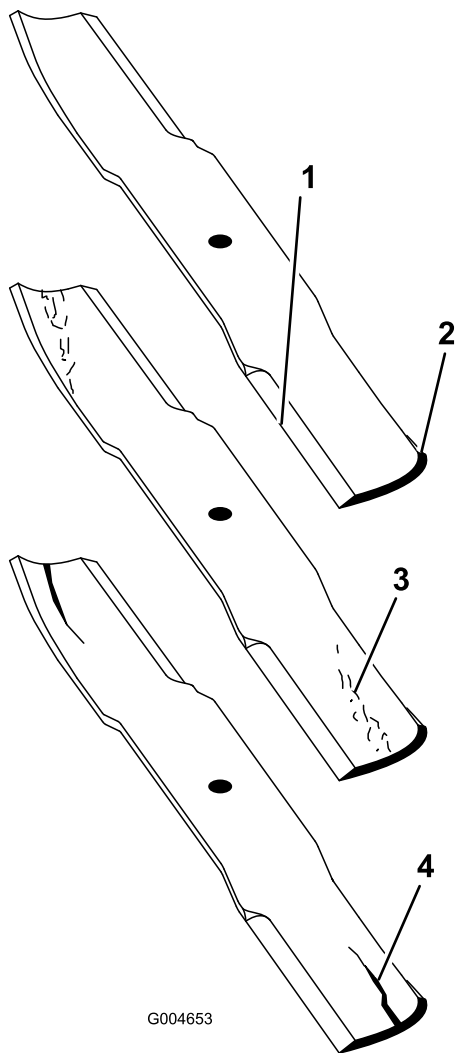

図 72
1. 刃先の部分を点検する(図 72)。刃先部分が鋭利でなかったり、打ち傷がある場合には、ブレードを外して研磨する。「ブレードの研磨」を参照。
2. ブレードを点検、特に湾曲部(図 72)をていねいに点検する。破損、磨耗、割れの発生などがあれば(図 72)、直ちに新しいブレードに交換する。